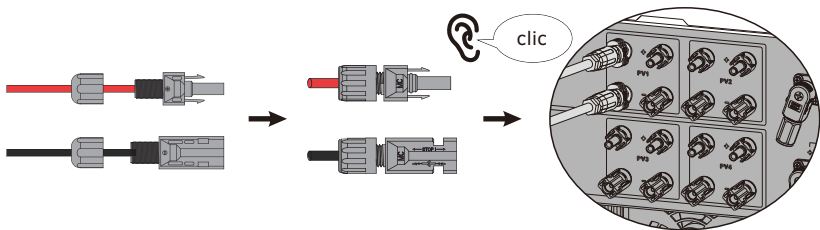

Figura 4.1-6 El conector PV está conectado al inversor
Paso 4. Enrosque la tuerca y enchúfela en el lado del inversor. Se oirá un "clic" si los conectores están insertados correctamente en los enchufes PV, como se muestra en la Figura 4.1-6.